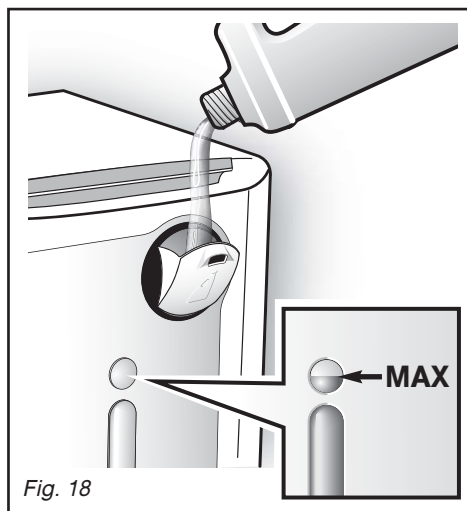

Fig. 18
– Versez la lessive par cette ouverture (Fig. 18).
Si vous voulez remplir entièrement votre réservoir, prenez garde de ne pas dépasser le niveau maxi (Fig. 18).